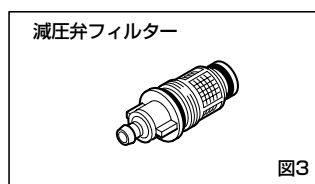

図3
- ④温水器本体内の減圧弁のフィルター部(図3)を手で回し、引き抜きます。